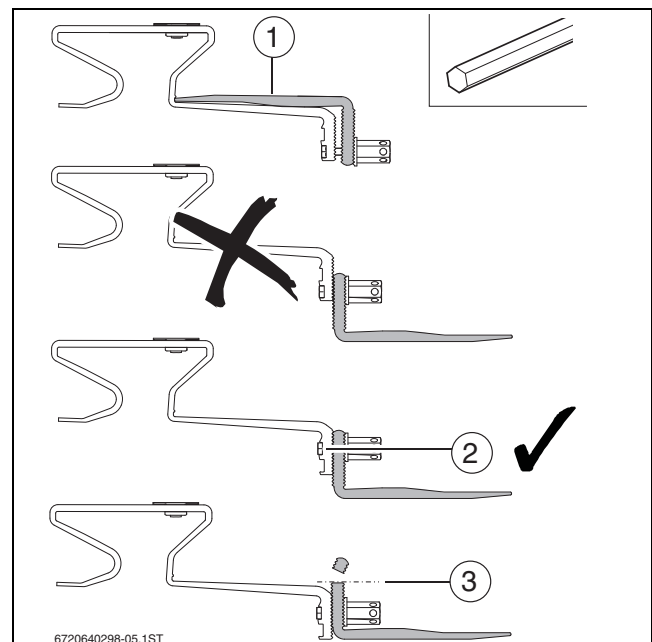

Fig. 43
- ▶ Cuando la fuerza del listón del tejado y las tejas superen conjuntamente los 70 mm, utilizar ganchos de tejado como anclaje de cabrio (→ fig. 43).